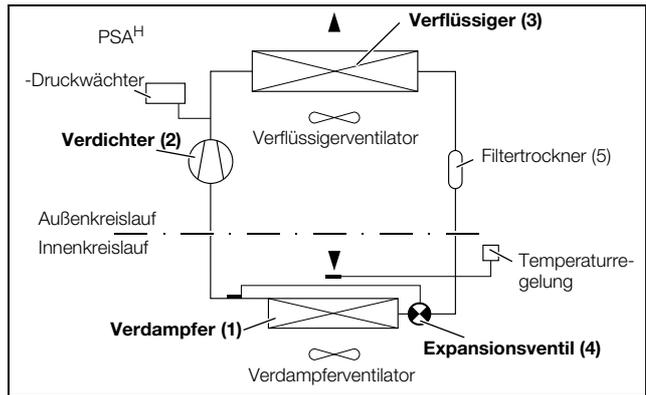

Fig. 2: Kältekreislauf
Das Kühlgerät (Kompressionskälteanlage) besteht aus den vier Hauptbestandteilen (Abb. 2): Verdampfer (1), Kältemittelverdichter (Kompressor) (2), Verflüssiger (Kondensator) (3) sowie dem Regel- bzw. Expansionsventil (4), die durch Rohrleitungen miteinander verbunden sind. Dieser Kreislauf ist mit einem leicht siedenden Stoff, dem Kältemittel, aufgefüllt. Das Kältemittel R134a ( $\text{CH}_2\text{FCF}_3$ ) ist chlorfrei. Sein Ozon-Zerstörungs-Potenzial (OZP) beträgt 0. Es ist somit sehr umweltfreundlich. Ein Filtertrockner (5), der in den hermetisch geschlossenen Kältekreislauf integriert ist, bietet wirksamen Schutz gegen Feuchtigkeit, Säure, Schmutzteilchen und Fremdkörper im Inneren des Kältekreislaufes.